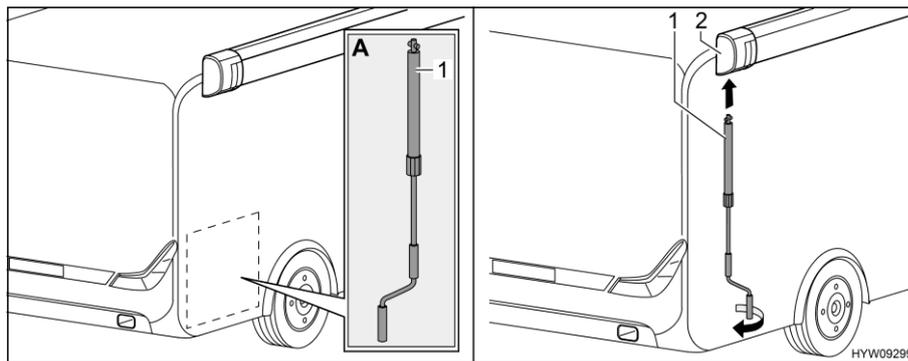

Fig. 32 Applicazione manovella
- Prelevare la manovella (Fig. 32,1) dal garage di coda (Fig. 32,A).
- Inserire la manovella nel supporto a baionetta (Fig. 32,2) della tenda.